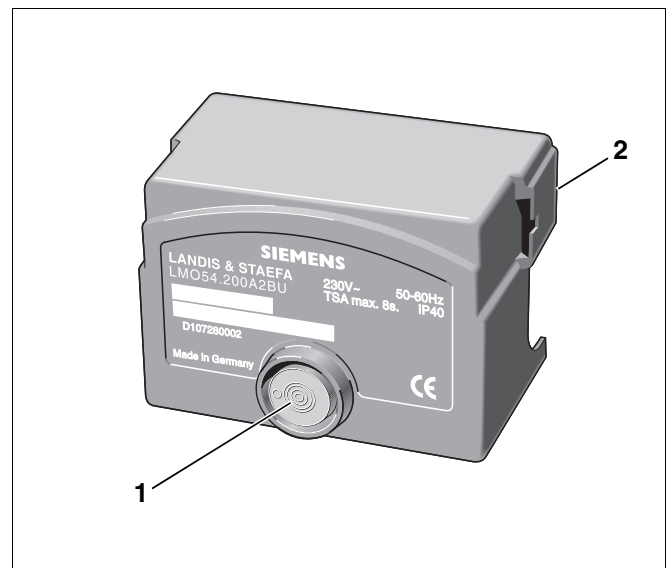

Abb. 1 Ölfeuerungsautomat LMO
Im Störfall kann der Entstörtaster (Abb. 1, **Pos. 1**) am Ölfeuerungsautomat gedrückt werden (siehe Kapitel „Störungen beheben“, Seite 4).
- Mit einem Schlitz-Schraubendreher die Lasche (Abb. 1, **Pos. 2**) des Ölfeuerungsautomaten nach außen drücken und Gerät vom Stecksockel abziehen.